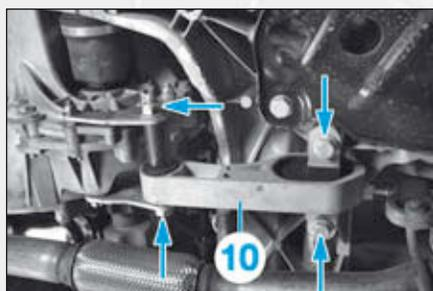

FIG.71
- Déposer le support anticouple (10) (Fig.71).